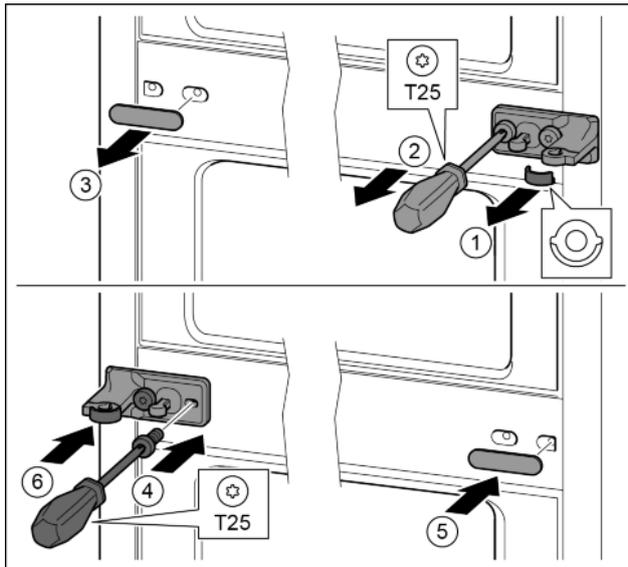

Fig. 15
- ▶ Scheibe abziehen. Fig. 15 (1)
- ▶ Schrauben mit Schraubendreher T25 herausdrehen. Fig. 15 (2)
- ▶ Abdeckung vorsichtig abziehen. Fig. 15 (3)
- ▶ Lagerbock mit Folie um 180° gedreht auf der anderen Seite fest anschrauben. Fig. 15 (4)
- ▶ Abdeckung um 180° gedreht auf der anderen Seite anbringen. Fig. 15 (5)
- ▶ Scheibe von vorn aufschieben. Fig. 15 (6)